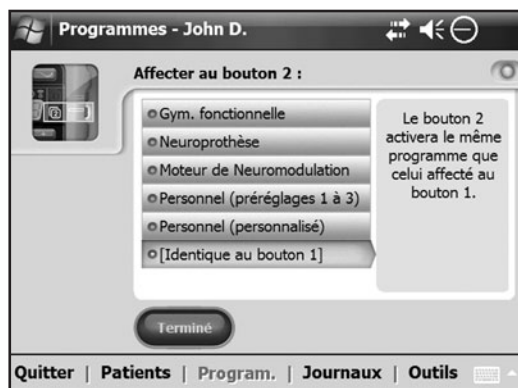

Figure 8-37 : Fenêtre Affecter au bouton 2.
2. La fenêtre Affecter au bouton 2 s'ouvre. Reportez-vous à la Figure 8-37.